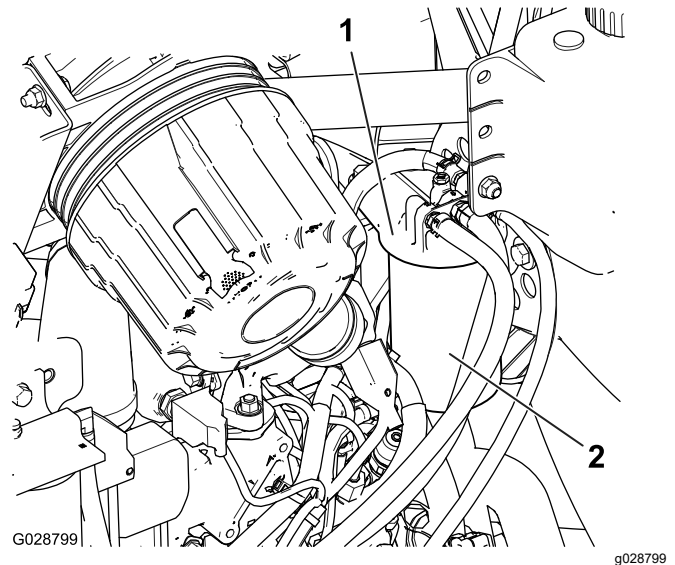

Figura 90
1. Limpe a zona em torno da cabeça do filtro de combustível (Figura 90).
2. Retire o filtro e limpe a superfície de montagem da cabeça do filtro (Figura 90).